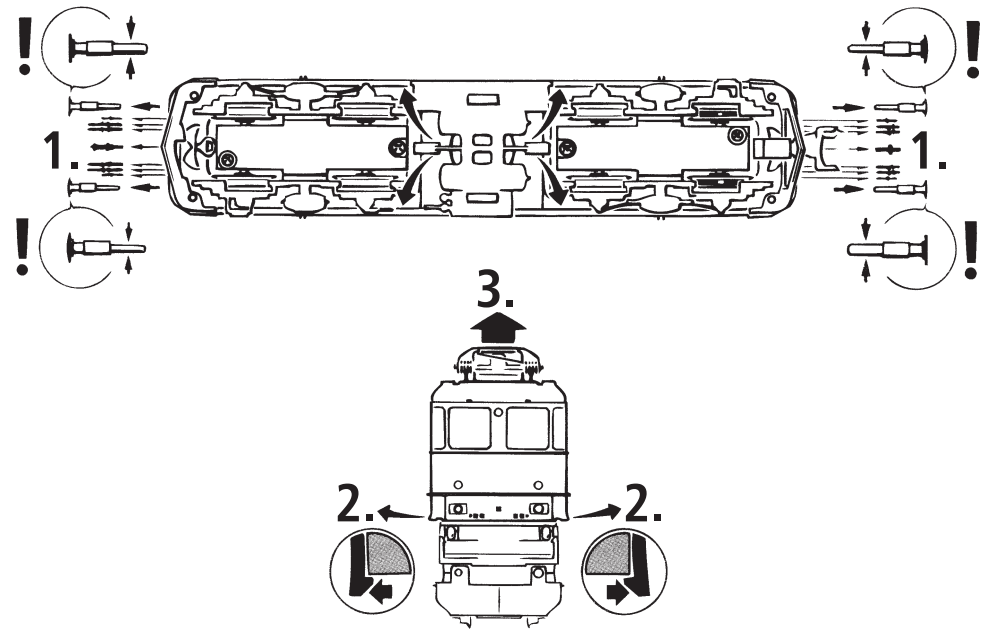

Fig. 4
3. Haftreifenwechsel: Zuerst die Drehgestellblende abnehmen (Fig. 4). Danach den **Radsatz** herausnehmen und die **Haftreifen** mit einer Nadel od. mit einem feinen Schraubendreher abziehen (Fig. 4). Beim Aufziehen der neuen Haftreifen darauf achten, dass diese sich nicht verdrehen.
3. Change of traction tyre: Remove the bogie blind. Take out **wheel set** and remove **traction tyre** using a pin or a fine screwdriver (fig. 4). When pressing on the new traction tyre please **avoid twisting it**.
Dé- montez d'abord **les flancs de bogies** des engrenages. Délogez ensuite les essieux bandagés et enlevez, à l'aide d'une aiguille ou d'un tourne-vis fin, les bandages d'adhérence (fig. 4). Lors du montage des nouveaux bandages veuillez veiller à ce que les bandages **ne soient pas tor-dues**.